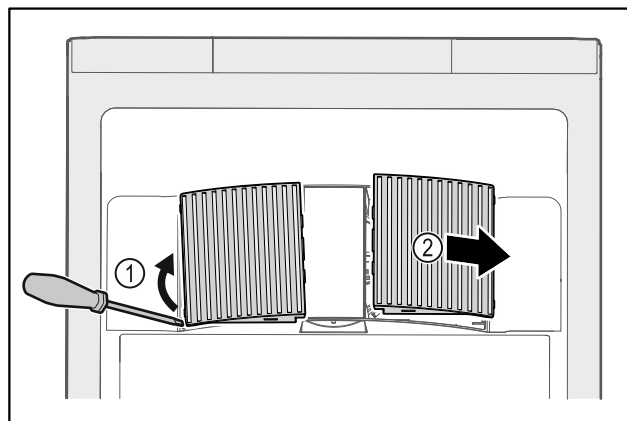

Fig. 214
- ▶ Estrarre con cautela i coperchi delle ventole dai lati Fig. 214 (1) e rimuoverli in avanti Fig. 214 (2).